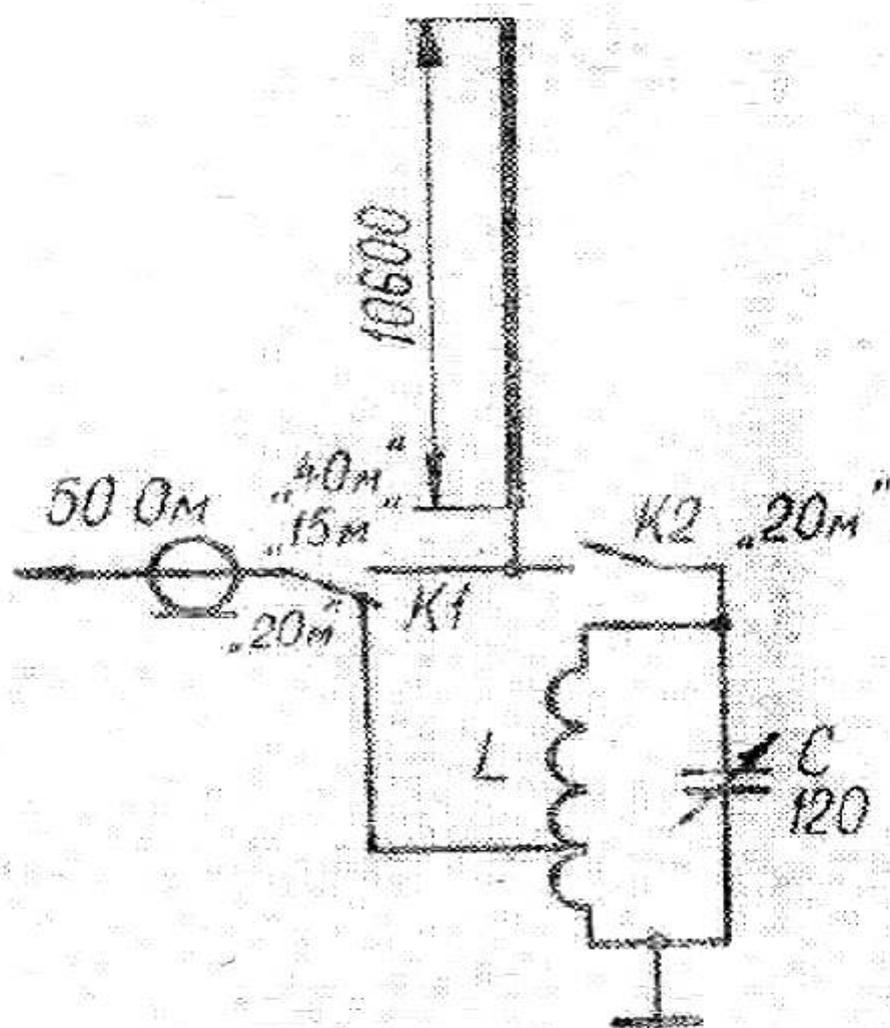

Рис. 17
* Очень простая трехдиапазонная антенна, часто применяемая в радиолюбительской практике, показана на рис. 17. Антенна имеет электрическую длину $1/4 \lambda$ на